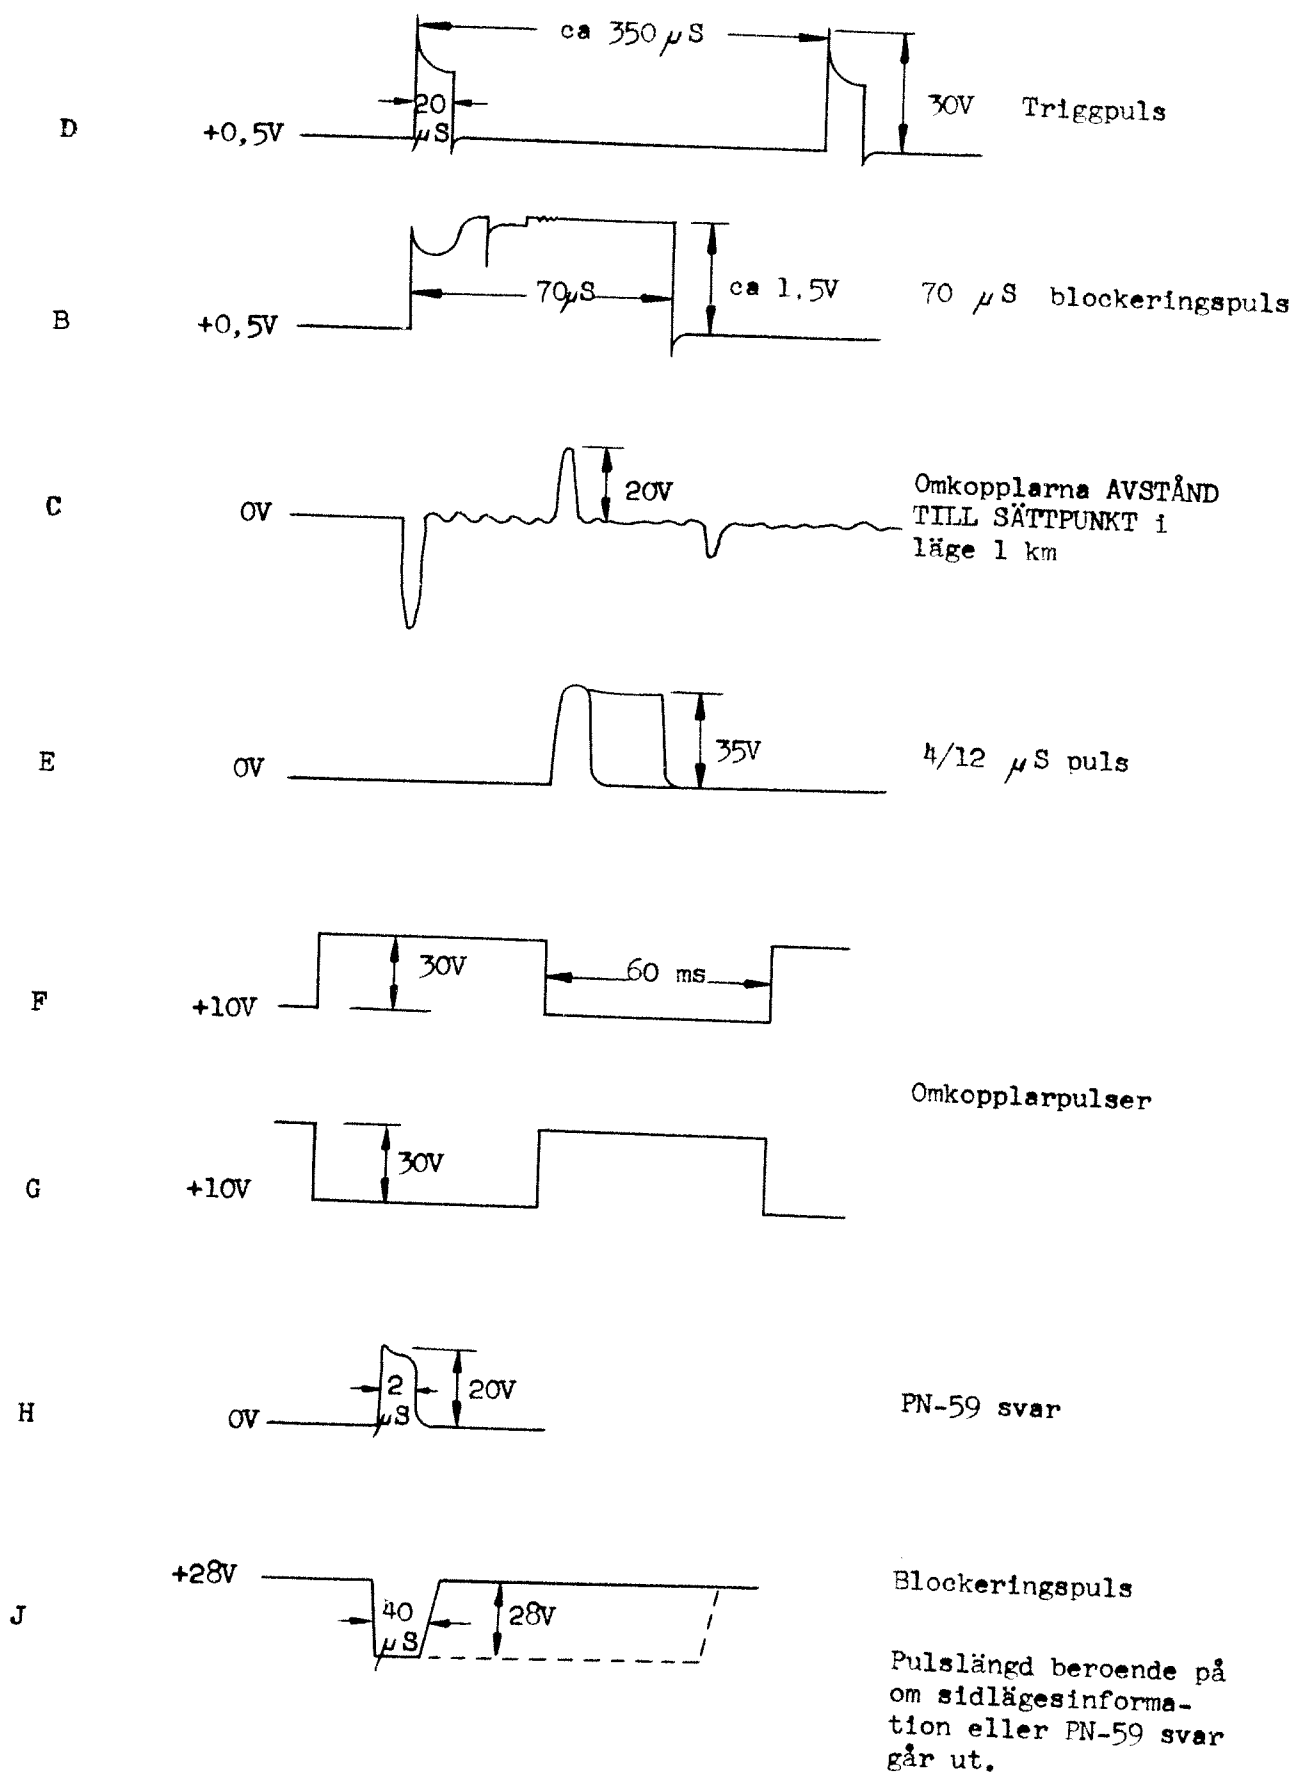

Bild 1.
64. Kontrollera att pulserna i testuttagen överensstämmer med kurvorna enligt bild 1.